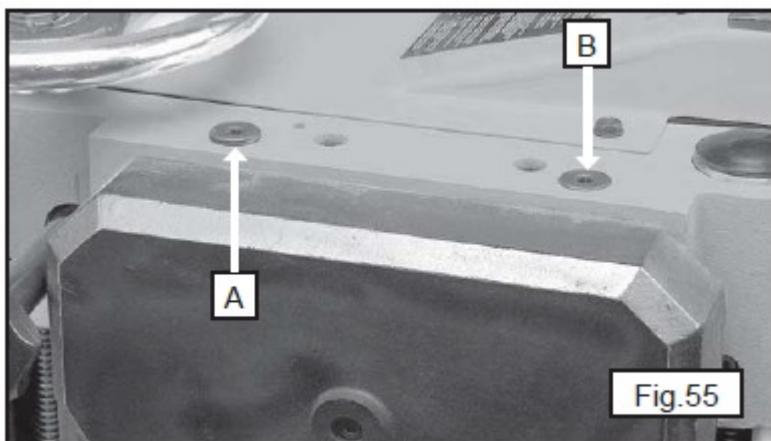

Рис. 55
Подающий и выводной ролик подпружинены. Натяжение должно быть достаточным для равномерной подачи заготовки без проскальзывания, но не должно быть слишком сильным, чтобы не повредить доску. Натяжение должно быть равным на обоих концах каждого ролика. Для регулировки натяжения пружины подающего ролика следует вращать два винта, один из которых показан на рис. (A), рис. 55. Другой винт расположен на противоположной стороне станка. Производить регулировку двумя винтами (A) до тех пор, пока не покажется четыре витка резьбы (4) над литьем стола. Может потребоваться дальнейшая регулировка натяжения. Для регулировки натяжения пружины выводного ролика повернуть два винта, один из которых показан на позиции (B), рис. 55. Другой винт расположен на противоположном конце стола. Производить регулировку двумя винтами (B) до тех пор, пока один виток резьбы не появится над литьем стола. Может потребоваться дальнейшая регулировка натяжения.